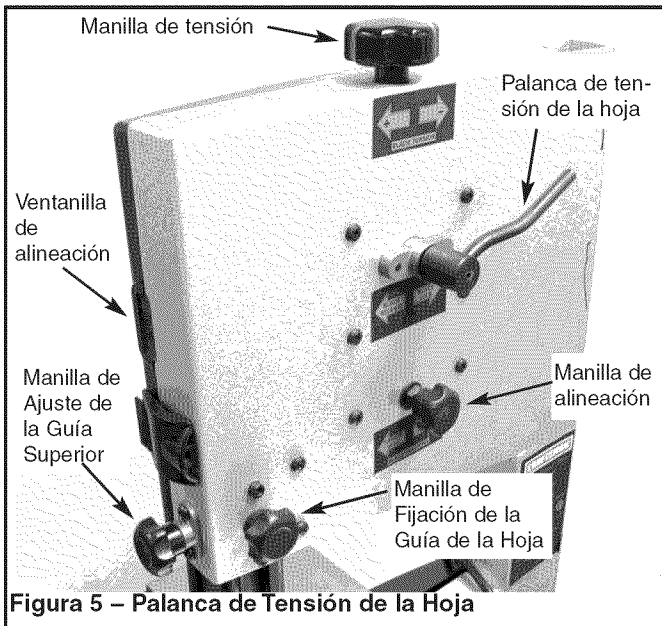

Figura 5 – Palanca de Tensión de la Hoja
- Gire la palanca de tensión de la hoja ubicada en la parte posterior de la herramienta en el sentido de las manecillas del reloj hasta que se fije en posición para liberar la tensión de la hoja (vea la Figura 5).
- Tense la hoja girando la palanca de tensión de la hoja en el sentido de las manecillas del reloj, hasta que tope (vea la Figura 5). Éste es un mecanismo tensor accionado por resorte y aplicará automáticamente la tensión requerida a la hoja.